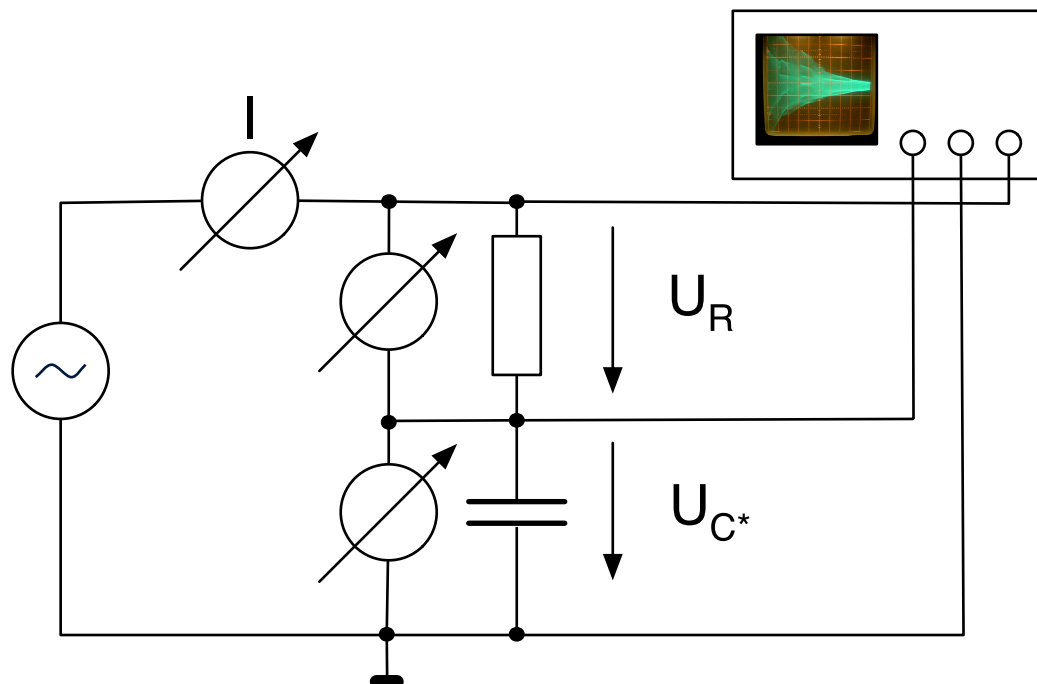

Abbildung 4: Versuchsaufbau
- Schalten Sie einen Kondensator und einen Wirkwiderstand entsprechend Abb. 4 in Reihe, und stellen Sie die Frequenz $f = 60 \text{ Hz}$ ein. Messen Sie die Gesamtspannung U , die Teilspannungen U_C und U_R sowie I .